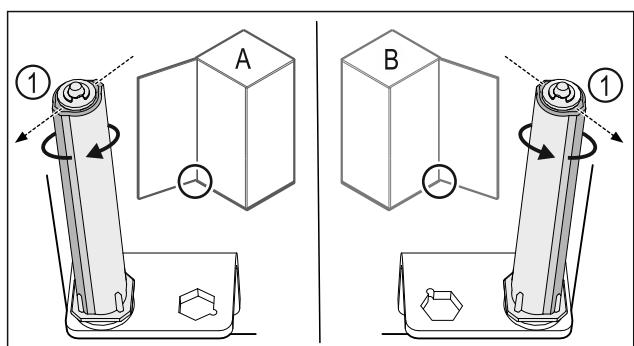

Fig. 34 Ľavý doraz (A)/pravý doraz (B)
- Otáčajte systém zatvárania proti odporu, kým nebude mostík systému zatvárania Fig. 34 (1) ukazovať von.